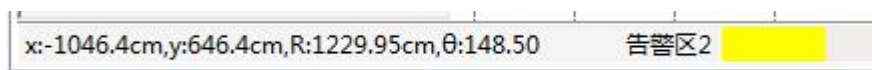

图 2.5.30 告警区 2 状态显示
- 点击图标编辑告警区 2 时，状态栏显示如下图 2.5.30。